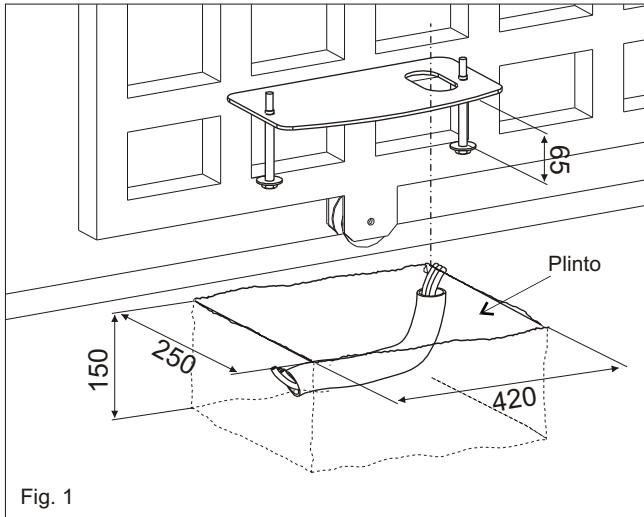

Fig. 1
- Predisporre in base alle misure riportate in Fig. 1 una piazzola di cemento all'interno della quale verrà murata la piastra di fondazione e i bulloni d'ancoraggio.
NB: E' opportuno, quando la struttura del cancello lo permette, sollevare la piastra dal piano pavimento di almeno 50 mm per evitare eventuali ristagni di acqua (Fig. 1).